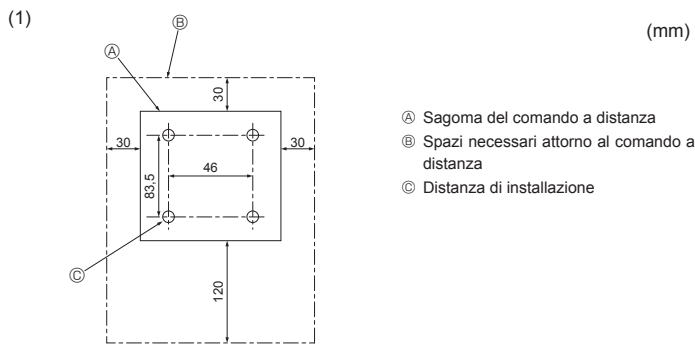

Fig. 6-2
6.2. Comando a distanza (Fig. 6-2)